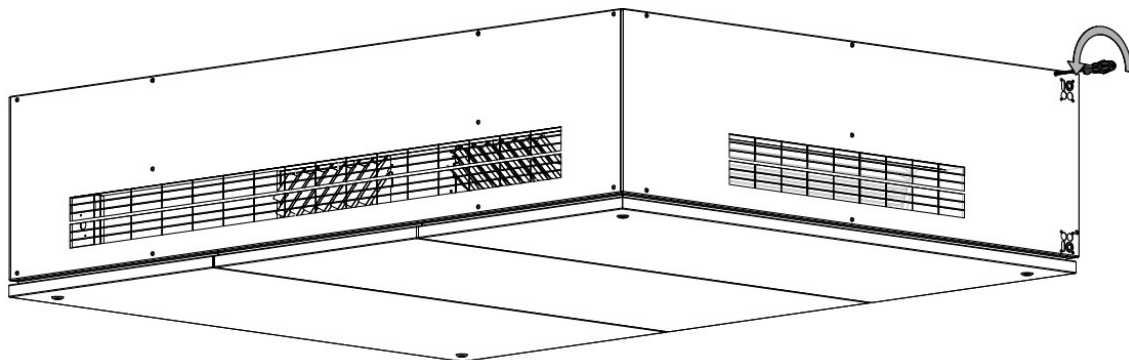

Abbildung 9: Demontieren der Seitenabdeckung, rechte Seite
2. Die rechte Seitenabdeckung demontieren, siehe Abbildung 9. Legen Sie die Abdeckung vorsichtig auf eine Schutzunterlage, um Kratzer auf der Oberfläche zu vermeiden.